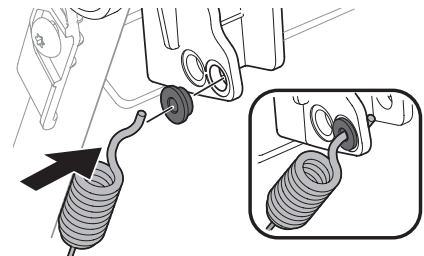

Figure 32
4. Insérez le coussinet dans le trou inférieur. Accrochez le câble en le passant dans le coussinet et le trou inférieur de la commande (Figure 32).